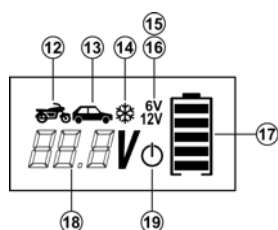

Figura 3: Display
Per avviare il programma di carica, premere ripetutamente il selettore specifico (pos. 3 dello schema), fino ad impostare il programma desiderato. Se non si imposta nulla, il processo di carica non parte. L'ultimo programma di carica selezionato viene memorizzato e impostato la volta successiva, se si preme il selettore una sola volta. La sequenza dei programmi di carica proposti è la seguente (vedere anche la figura 3):